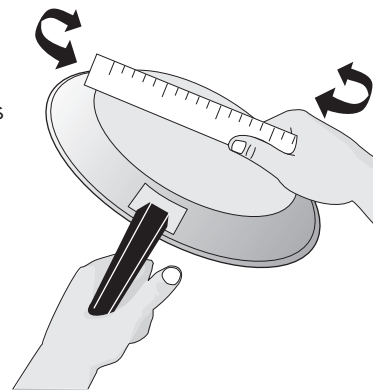

Figure 4: Mise à l'éessai des ustensiles de cuisine
- Veiller à ce que les grilles soient bien en place sur la surface de cuisson avant d'allumer les brûleurs (Figure 4). Les grilles sont conçues pour reposer à l'intérieur de la zone en retrait de la table de cuisson.